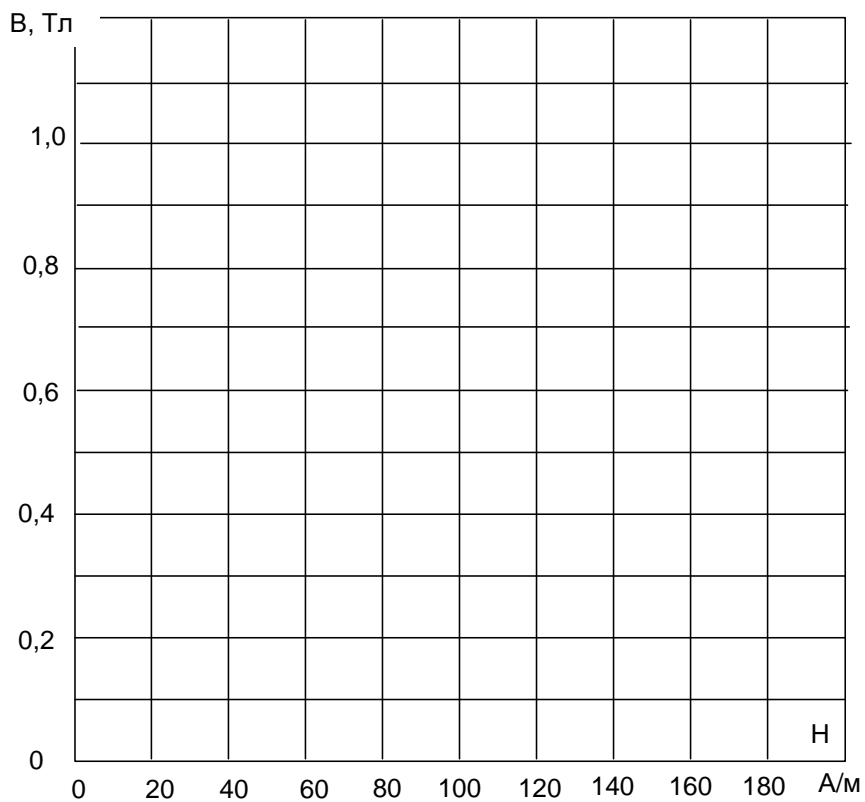

Рис. 4.1.3
- Включите устройство защитного отключения и автоматический выключатель в однофазном источнике питания G1 (218).
- Рассчитайте соответствующие значения магнитной индукции, напряжённости магнитного поля и постройте график В(Н) на рис. 4.1.3.